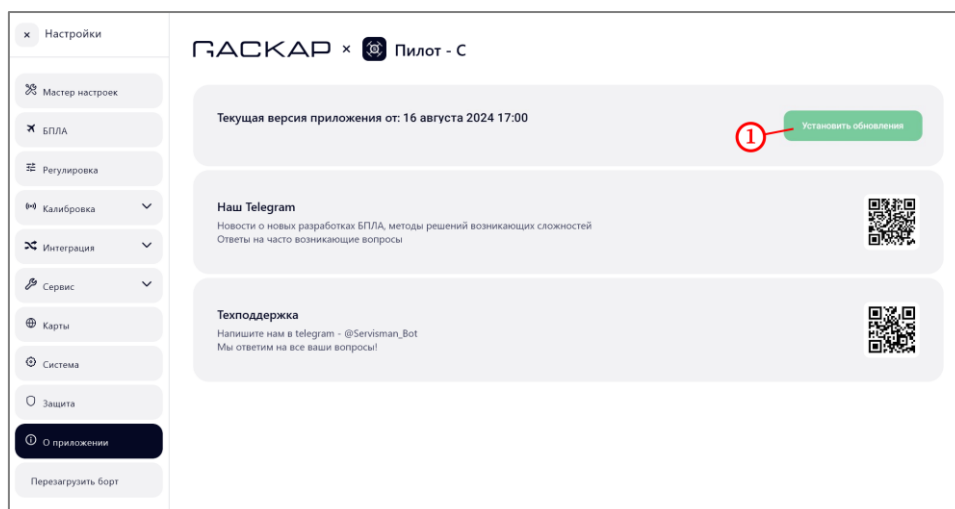

Рисунок 123 – Установка обновления
- по окончании загрузки нажать на кнопку «Установить обновления» (рисунок 123, шаг 1);